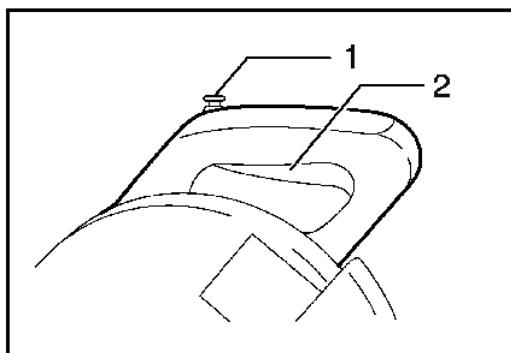

Рис. 8
Для безопасности инструмент снабжен блокирующей кнопкой(1), которая обезопасит вас от нежелательного запуска двигателя. Перед каждым включением удостоверьтесь, что кнопка включения двигателя (2) находится в положении «OFF». Для запуска двигателя необходимо нажать блокирующую кнопку и затем перевести выключатель двигателя в положение «ON» (рисунок 8). Не нажимайте на выключатель двигателя до того, как нажали блокирующую кнопку, это может привести к его поломке.